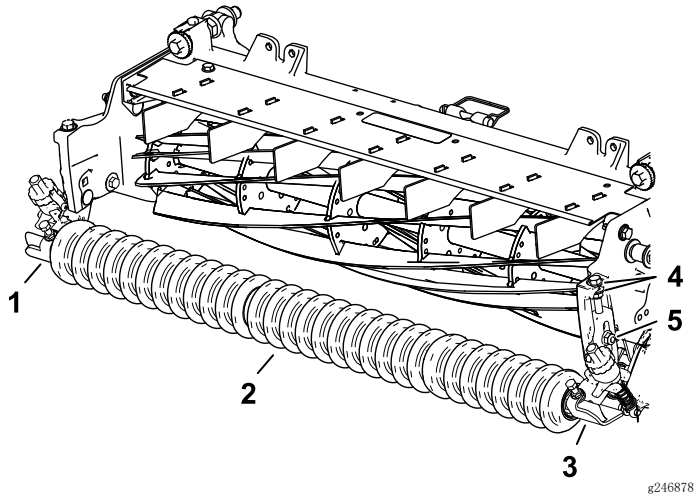

图10
1. 使用之前卸下的托架螺栓，将左、右剪草高度支架组件和前滚筒组件松松地安装到滚刀组侧板上（图10）。